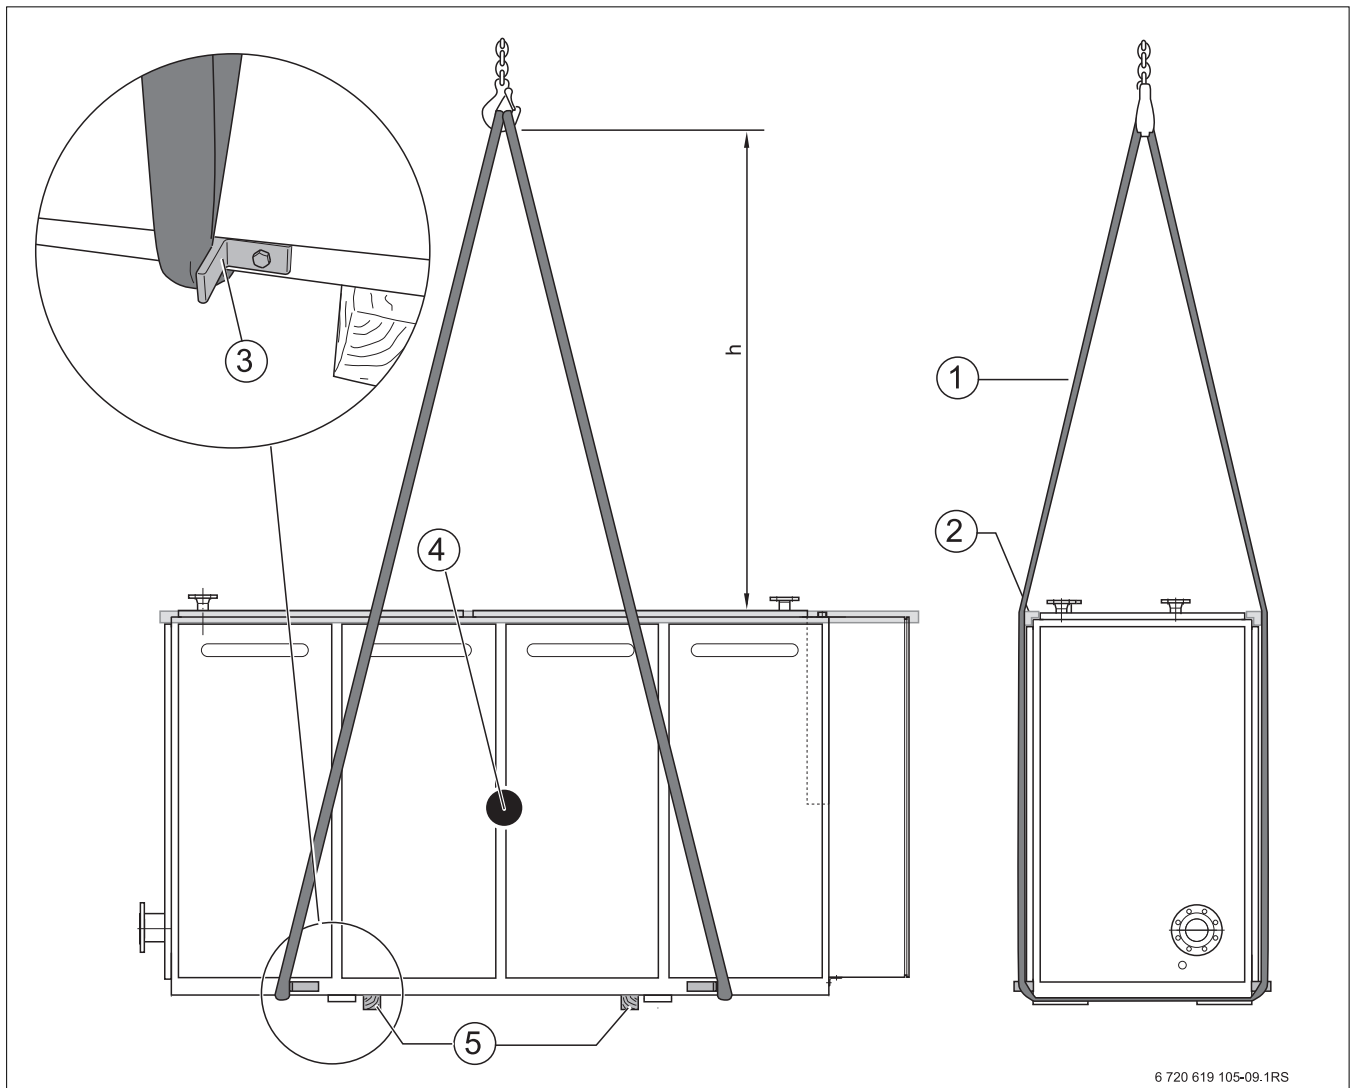

Рис. 9 Крепление строп, подъём и контроль опрокидывания
- ▶ Соблюдайте минимальное расстояние h от верхнего края блок-ТЭС до крюка крана (→ рис. 9, стр. 16).